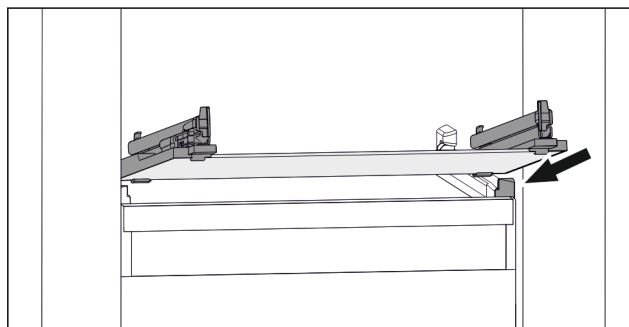

Fig. 99 Primjerni prikaz staklene ploče
- ▶ Stavite ladicu ukoso iza zaustavljača. (pogledajte Fig. 99)